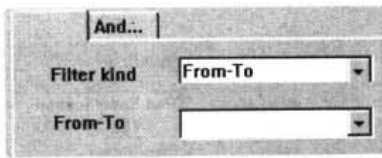

图 10-73 规则范围设置为指定 From-To
- **From-To:** 指定 From-To 连线。选择此项后, 规则适用范围为指定的 From-To 连线, 在 From-To 下拉列表中选择 From-To 连线, 如图 10-73 所示。